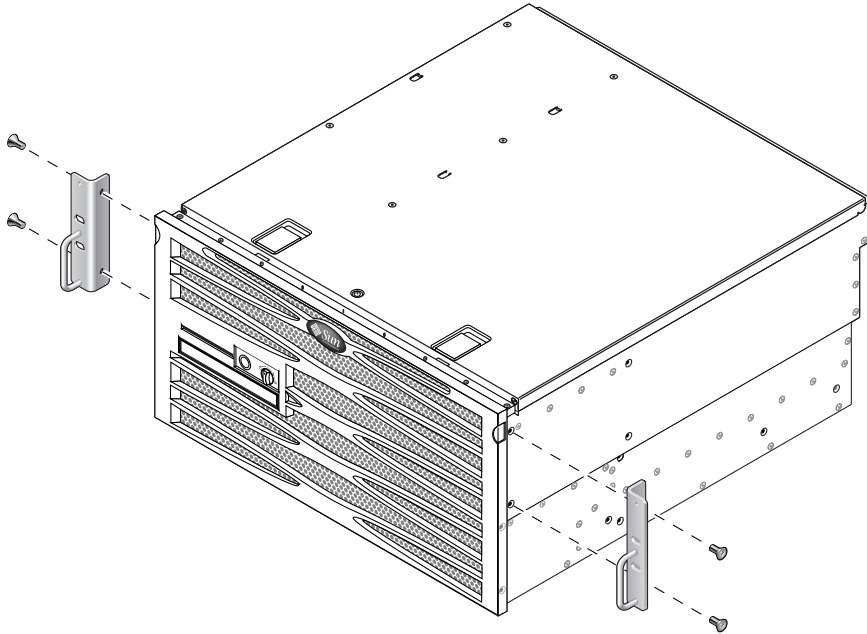

BILD 3-7 Skruva fast monteringskenorna på servern
2. Använd fyra av de medföljande M5 × 8 mm flata stjärnskruvarna (två skruvar för varje monteringskena) och skruva fast monteringskenorna på serverns sidor (BILD 3-7).